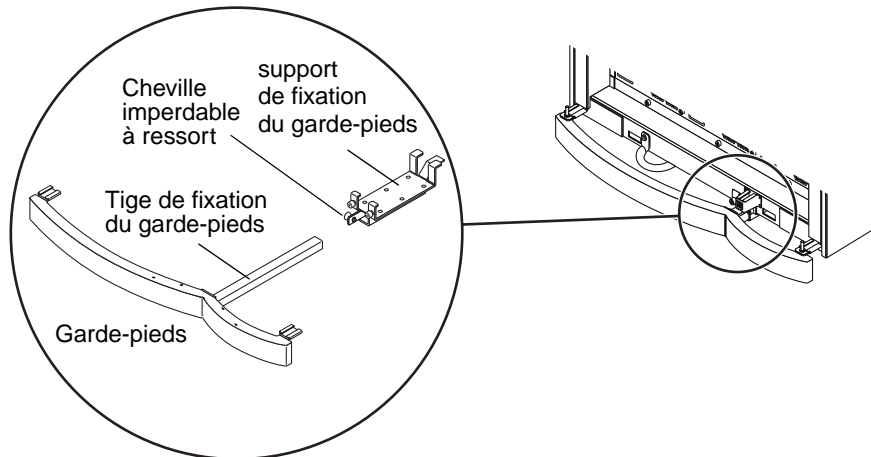

FIGURE 6-2 Démontage du bloc garde-pieds et support de fixation
- a. Retirez le montage des gardes-pieds aux deux extrémités de l'armoire avant de charger cette dernière, comme illustré à la FIGURE 6-2. Tirez la cheville imperdable à ressort en la faisant tourner pour la libérer, puis tirez le garde-pieds et la tige de fixation en les éloignant du support de fixation. Mettez-les de côté jusqu'à ce que l'armoire soit bien en place sur le plancher de la palette d'expédition.